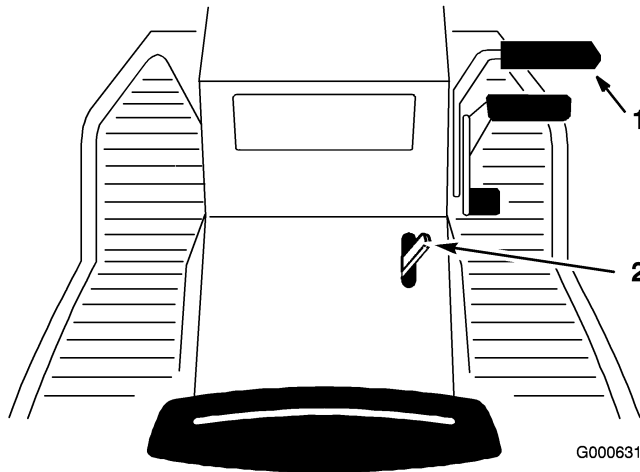

Bild 14
1. Drücken Sie das Bremspedal (Bild 14) herunter und halten es in der gedrückten Position.
- Ziehen Sie den Feststellbremshebel (Bild 14) hoch und nehmen den Fuß nach und nach vom Bremspedal. Das Bremspedal sollte in heruntergedrückter (gesperrter) Position bleiben.
- Treten Sie auf das Bremspedal (Bild 14). Der Feststellbremshebel sollte sich lösen.